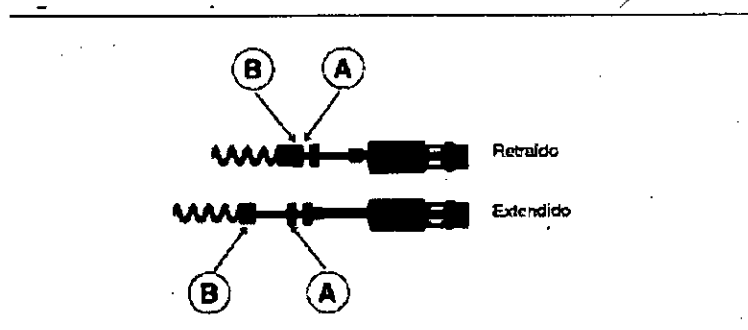

Figura 7. Vistas posibles del electrodo.
5. Use fluoroscopia para verificar la extensión del electrodo helicoidal. La extensión del espacio existente entre el anillo indicador (A) y el mecanismo accionador (B) implica que la exposición del electrodo helicoidal es completa (Figura 7).